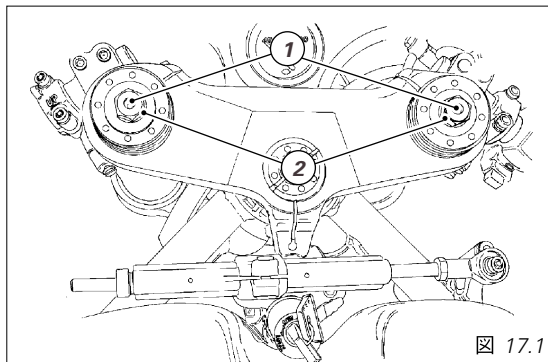

図 17.1
- 1) (図 17.1) リバウンド・ダンピング調整
- 2) (図 17.1) スプリング・プリロード調整